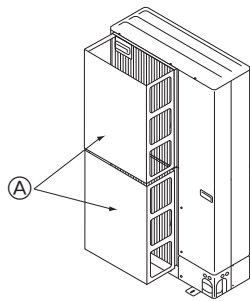

Fig. 2-15
- ① Installer un guidage d'air optionnel si l'appareil est placé dans un endroit où les vents violents d'un typhon par exemple pourraient s'engouffrer directement dans la sortie d'air. (Fig. 2-15)